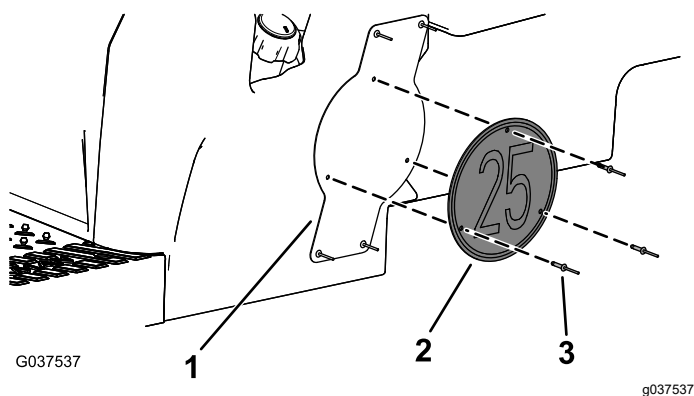

Figura 12
- Montate la piastra di velocità sulla staffa di montaggio della piastra utilizzando 3 ribattini con spina (3/16" x 15/16"), come illustrato nella Figura 12.